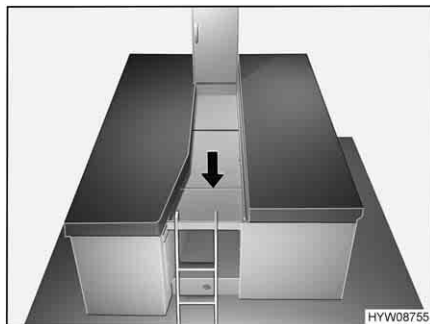

Fig. 52 Preparazione dell'allargamento letto
- Aprire l'allargamento letto e posizionarlo tra i letti singoli, come illustrato nella Fig. 52